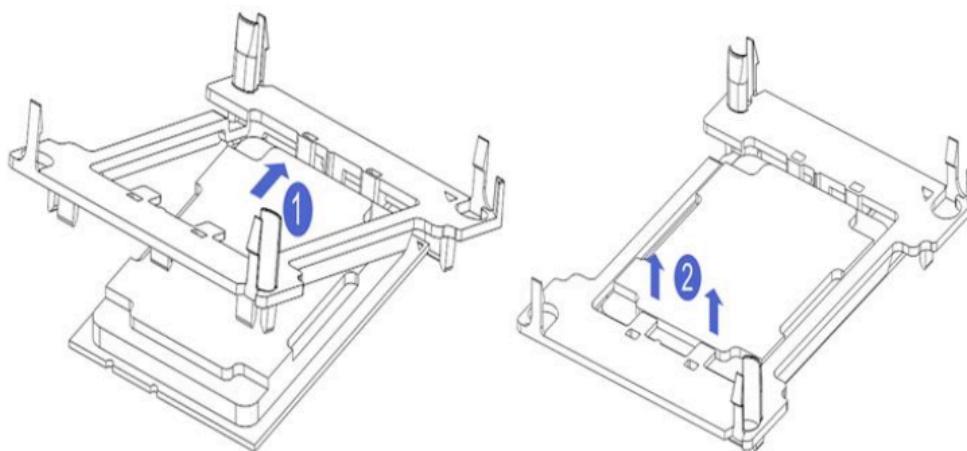

Рис. 3-1
- Наклоните процессор, как показано на Рис. 3-1, выровняйте (метка со стрелкой 1) и прижмите зажимную деталь с одного конца.